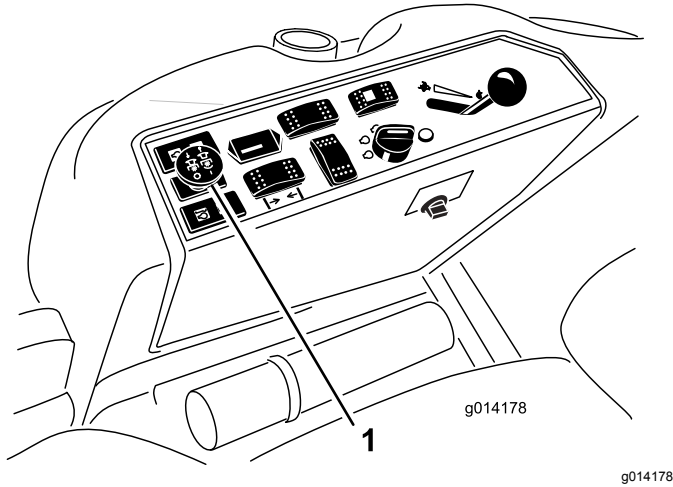

Bild 25
- Ziehen Sie den Zapfwellenschalter heraus, um ihn zu aktivieren (Bild 25).